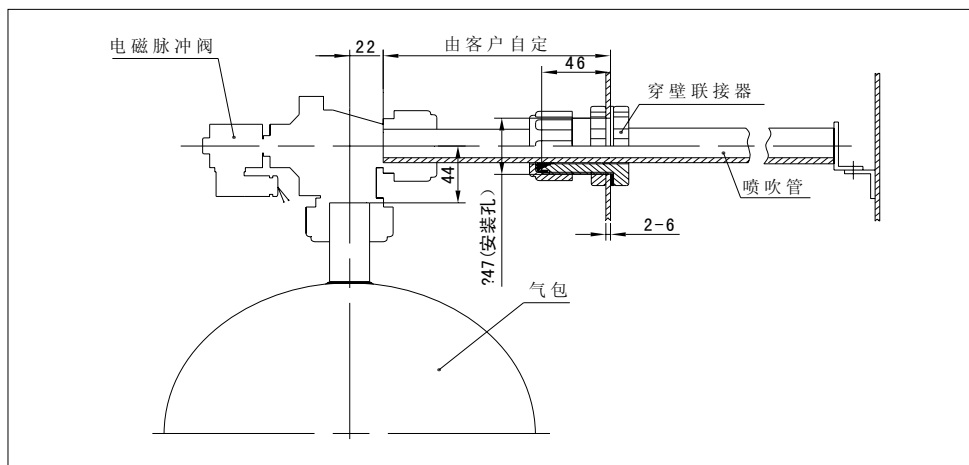

图5 DMF-ZM-20型电磁脉冲阀与穿壁联接器(FAP-A-1)安装图
2. 电磁脉冲阀的输出端与除尘器的喷吹管相联接。如采用专用的穿壁联接器，不需焊接就能使相关的零部件可靠联接，拆卸也很方便，见图 5、6、7、8、9、10 所示。（FAP-A-1 联接器适用于多孔板以下更换滤袋的除尘器。FAP-A-2 联接器适用于在多孔板以上更换滤袋的除尘器）